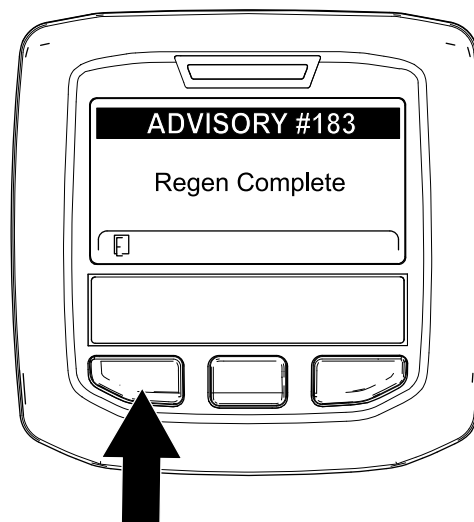

Figure 66
9. Quand le calculateur moteur achève une régénération en stationnement ou d'urgence, l'InfoCenter affiche ADVISORY #183 (avis n° 183) (Figure 66). Appuyez sur le bouton gauche pour quitter l'écran d'accueil.